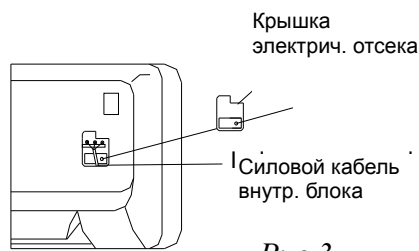

Рис.3
2. Отвинтите винт на контактной панели, как показано на рис. 3 ;